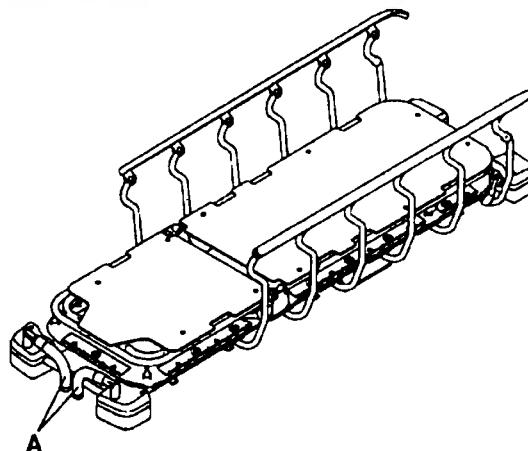

Рисунок 8 – Перевод ручек для толкания головного конца в сложенное положение
4. Выполните эти действия в обратном порядке, чтобы перевести ручки для толкания головного конца (А) в сложенное положение (Рисунок 8).